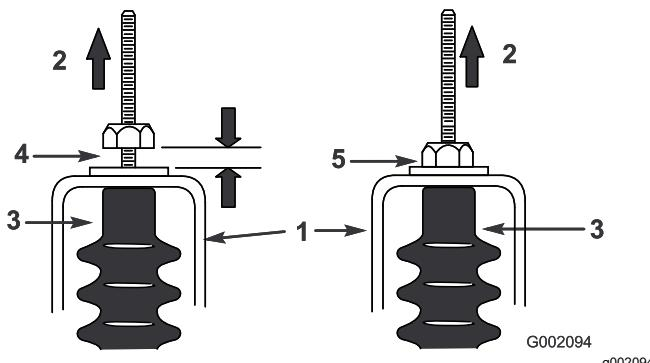

Figure 65
- Tirez sur chaque câble de sélection et vérifiez qu'un espace de 0,76 à 1,52 mm existe entre l'écrou/rondelle et la patte de réglage du point mort (Figure 65).